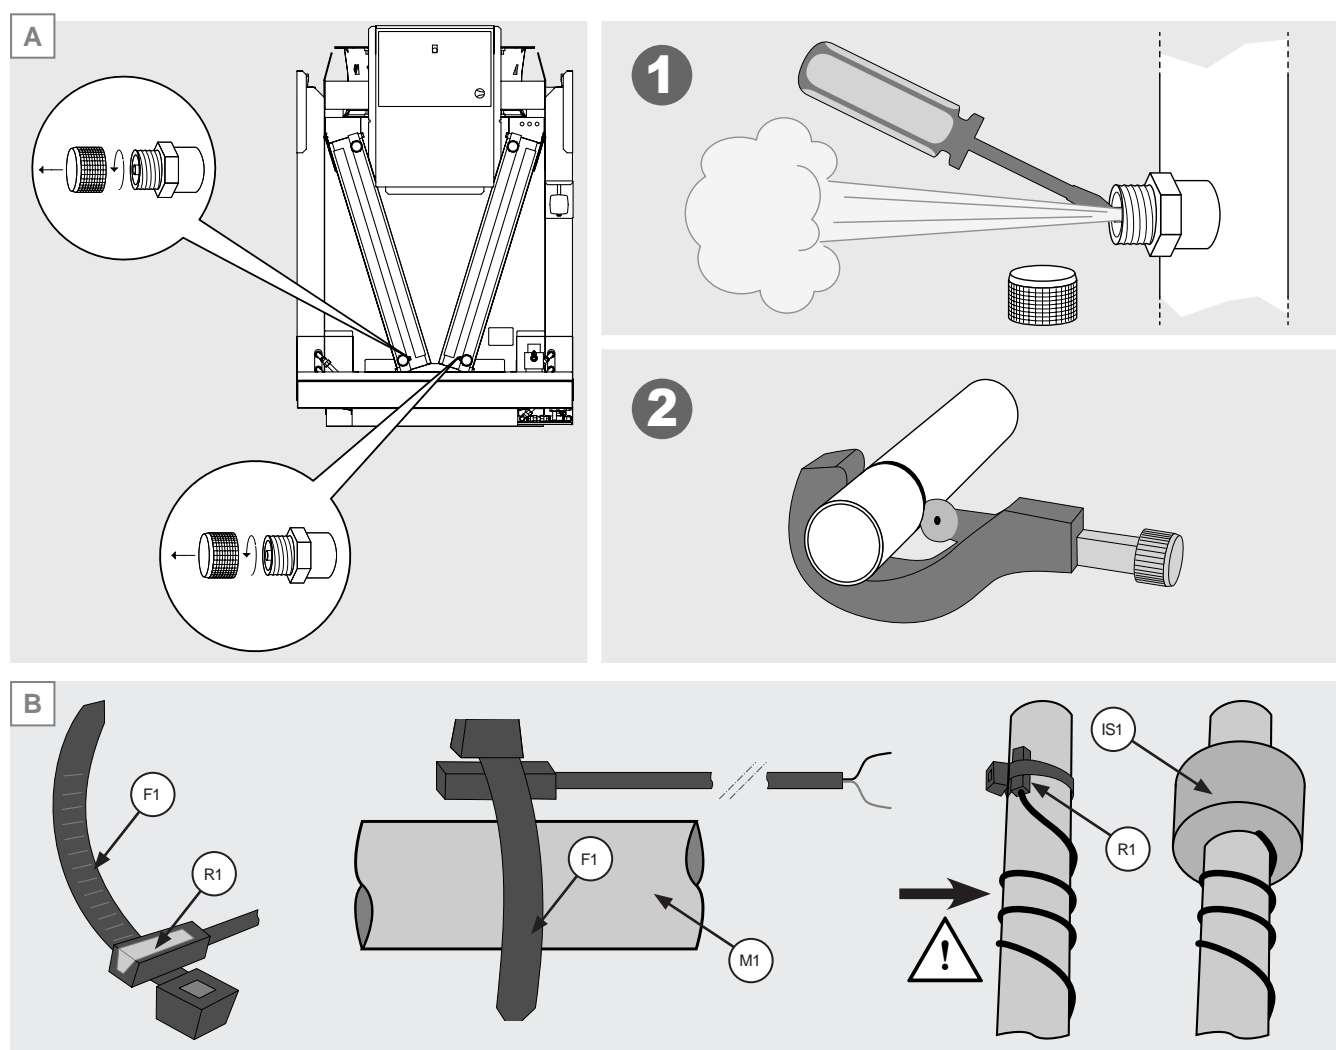

Figura 11
- 6.13 Antes de cortar los manguitos de entrada y/o salida (modelos AVK, AVS), descargue la presión de precarga (unos 2 bar) del intercambiador. Ver la Figura 11 A.
- 6.14 Sólo para los modelos de enfriadores de gas: es responsabilidad del cliente instalar las sondas de temperatura en los manguitos de salida del intercambiador de calor. Las sondas constan de una abrazadera (F1) que soporta el detector (R1): la abrazadera debe fijarse al manguito (M1) y el cable eléctrico (C1) debe enrollarse con 2 espiras en el propio tubo. Aislar térmicamente la sonda con el aislamiento adecuado (IS1). Ver la Figura 11 B.